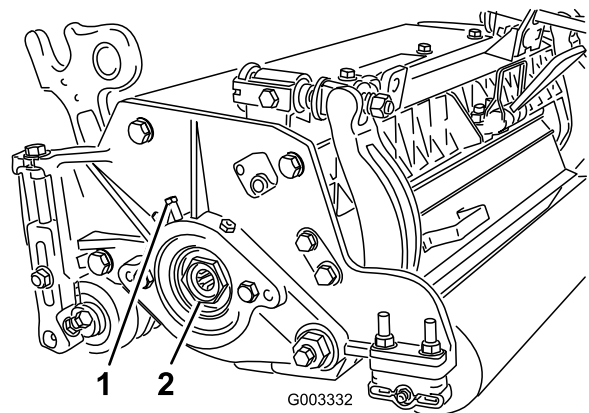

Bild 26
- A. Lösen Sie die externen Stellschrauben, mit denen die Einstellmutter des Lagers am Lagergehäuse links am Mähwerk befestigt ist (Bild 26).